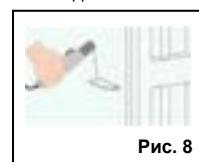

Рис. 8
- a- Кронштейн крепят к металлической колонне сваркой (рис. 8).